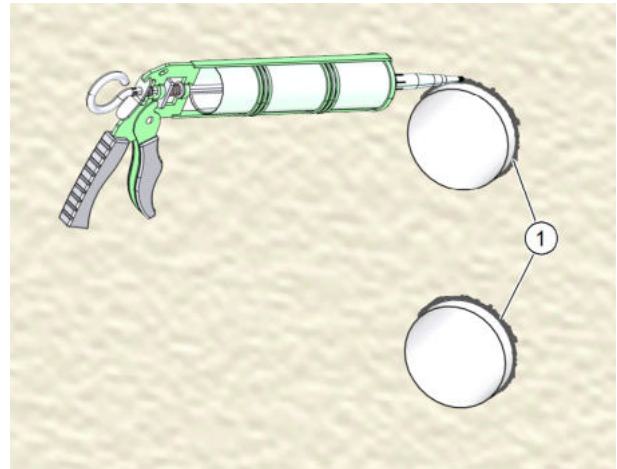

Abb. 24: Lüftungsrohre an der Außenwand abdichten
- ▶ Fäsen Sie beide Rohrdurchbruchkanten (Pos. 1 in Abb. 24) mit ca. 5x45° ab, um einen Freiraum für die Dichtungsfugen mit dauerelastischem Dichtstoff zu schaffen.